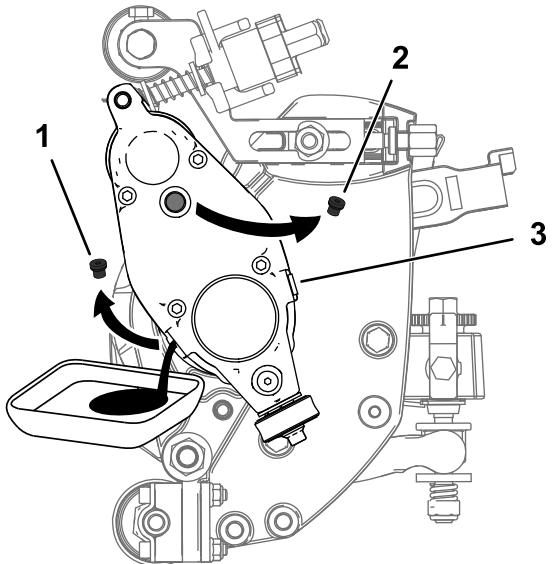

図 31
5. オイルが完全に抜けるようにカッティングユニットを立てて排出口が一番下になるようにする図 31。